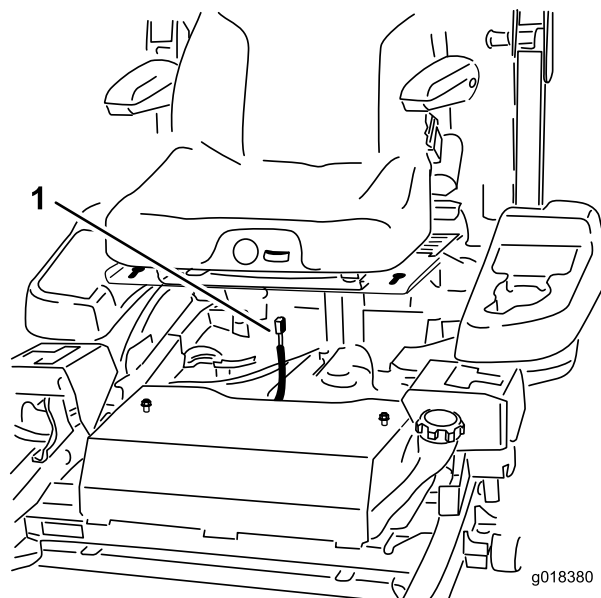

Figura 3
10. Desenchufe el conector del arnés del interruptor del asiento, situado debajo del asiento (Figura 3).